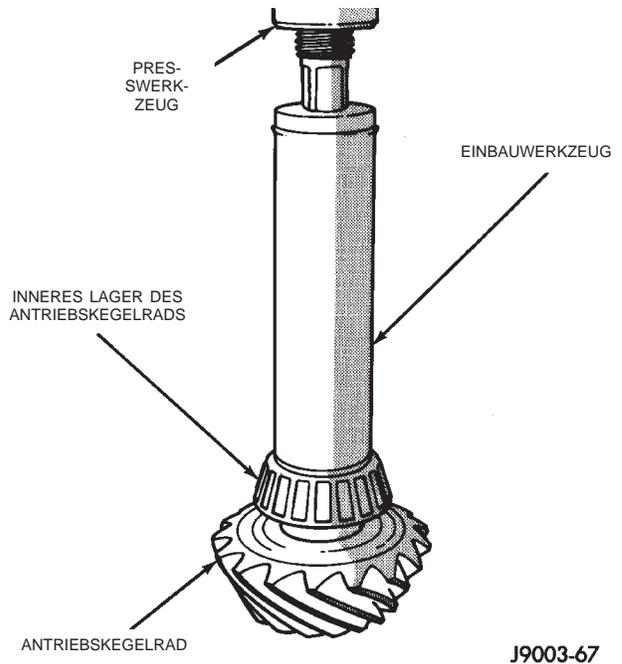

Abb. 43 Inneres Lager einbauen
(7) Die Beilage mit der richtigen Stärke auf das Antriebskegelrad montieren einbauen.
(8) Das hintere Lager (und ggf. den Ölabstreifring) mit Werkzeug W-262 (Abb. 43) montieren.